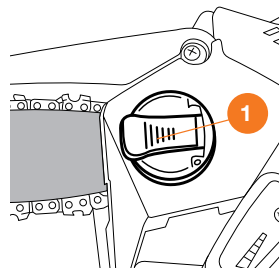

Рис. 8
- Установите защитную крышку и закрутите гайку-барашек 1 (Рис. 8).